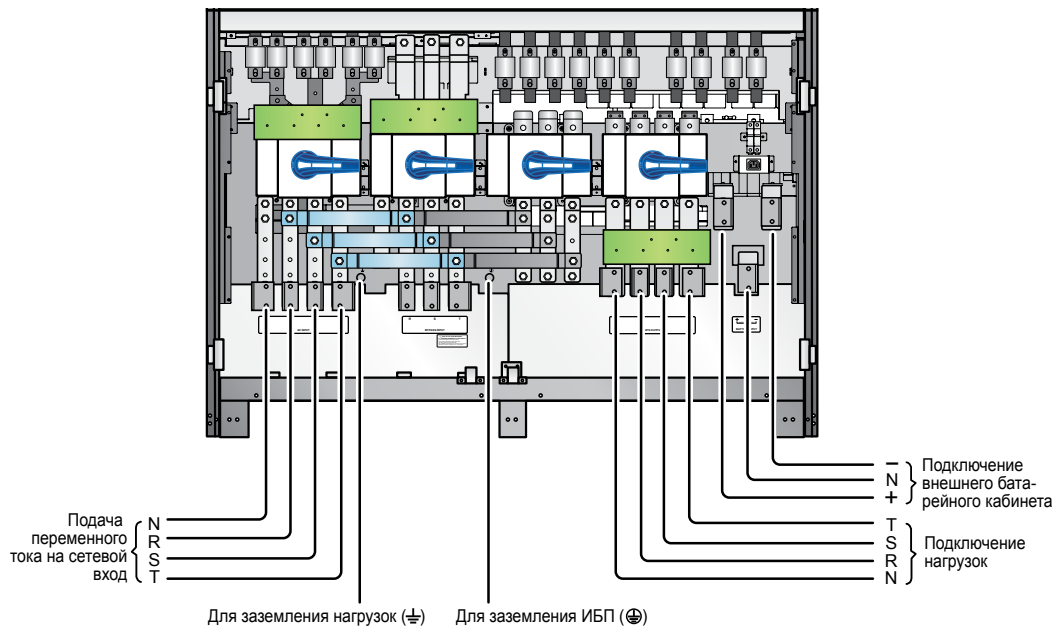
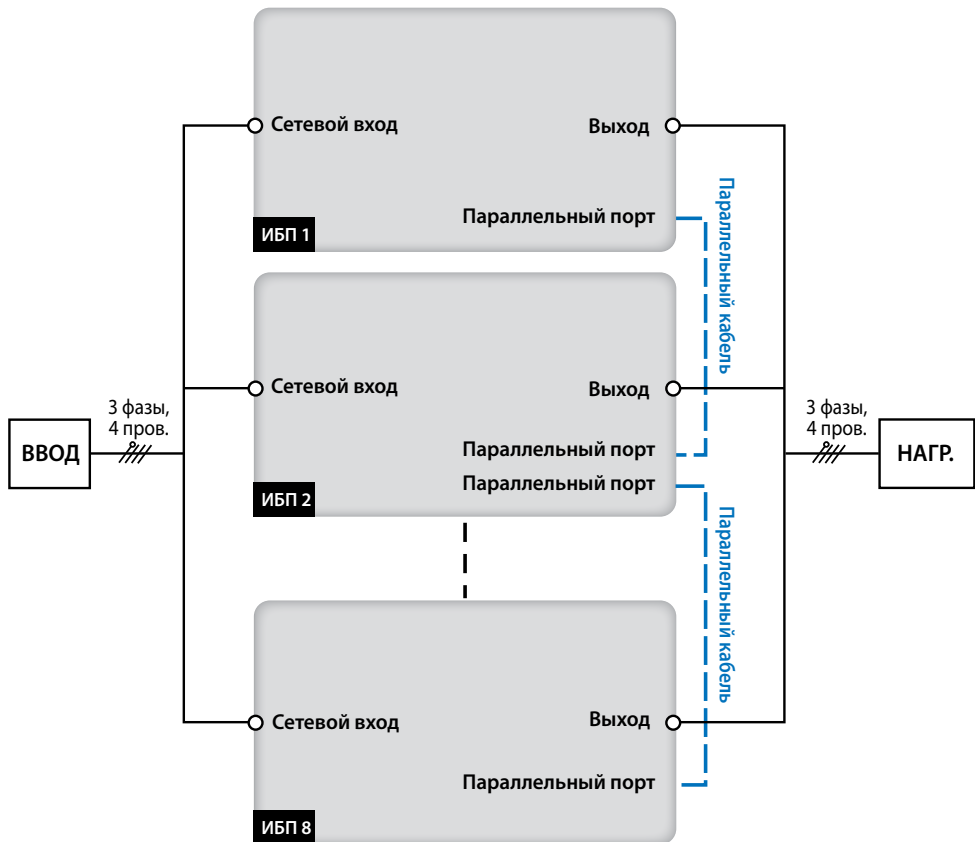

Рис. 5-12. Схема подключения в конфигурации с одним входом (одиночный ИБП)
Рис. 5-14. Схема подключения в конфигурации с одним входом (параллельные ИБП)
- 7 Подключите кабели электросети переменного тока, нагрузки и внешнего батарейного кабинета к соответствующим зажимам ИБП. См. **Рис. 5-12** и раздел **5.5 Подключение внешнего батарейного кабинета Delta**.
- 2) Подключите кабели электросети переменного тока, нагрузки и внешнего батарейного кабинета к соответствующим зажимам ИБП. См. **Рис. 5-12, Рис. 5-14 и 5.5 Подключение внешнего батарейного кабинета Delta**.